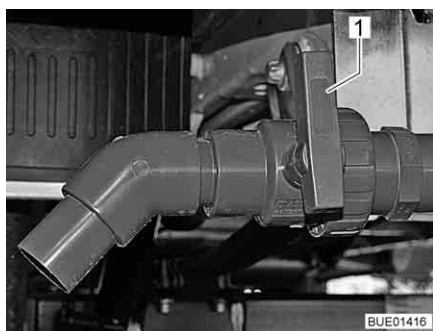

Fig. 244 Llave de desagüe
- Girar el tirador (Fig. 244,1) de la llave de desagüe a la posición en dirección de la circulación.